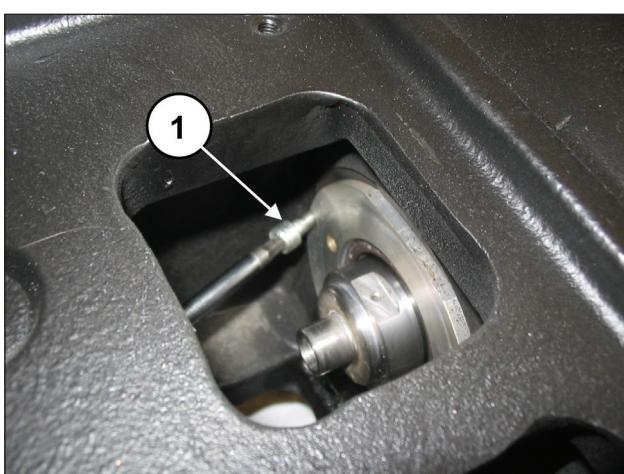

Рис. 178
Убедитесь, что крышка полностью вошла в гнездо (поз. ①, Рис. 177), следя за тем, чтобы не повредить кромку сальника. Прикрутите крышки сальника 2 винтами M6x14 (поз. ①, Рис. 178).